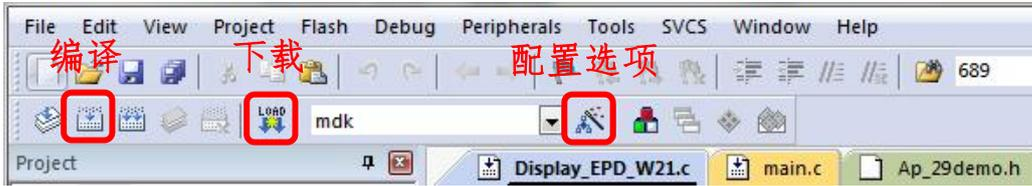
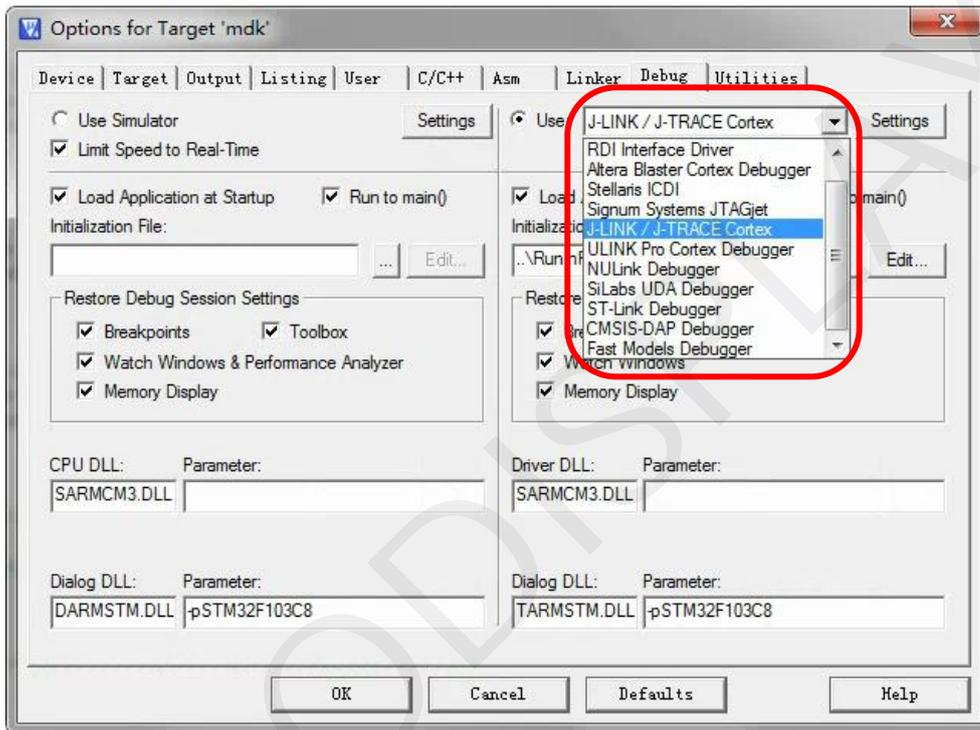
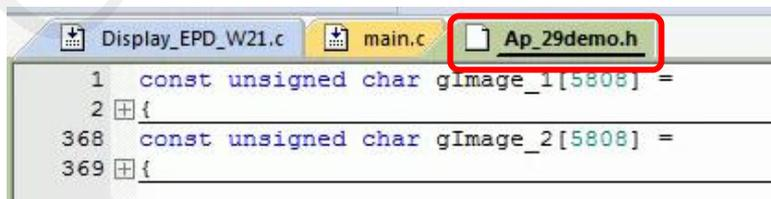

图 7 Keil4 工具栏
图 8 选择仿真器型号
图 9 更换图片数据
4) Keil4 工具栏如图 7 所示，首次使用仿真器需要点击 ，弹出图 8 对话框，在 Debug 栏选择仿真器型号，点击 OK 确定。
5) 点击图 9 中的 Ap_29demo.h，可在其中更换需要显示的图片数据（图片数据需要通过取模软件 Image2lcd 对图片取模来获取）。
6) 点击图 7 工具栏中的  对程序进行编译。
7) 点击图 7 工具栏中的  对程序进行下载。
- 9) 更换图片时，需要使用Keil4修改图片数据（如图9），修改完成后进行编译（如图7）即可生成新的mdk.hex文件，重新选择该文件即可进行下载。